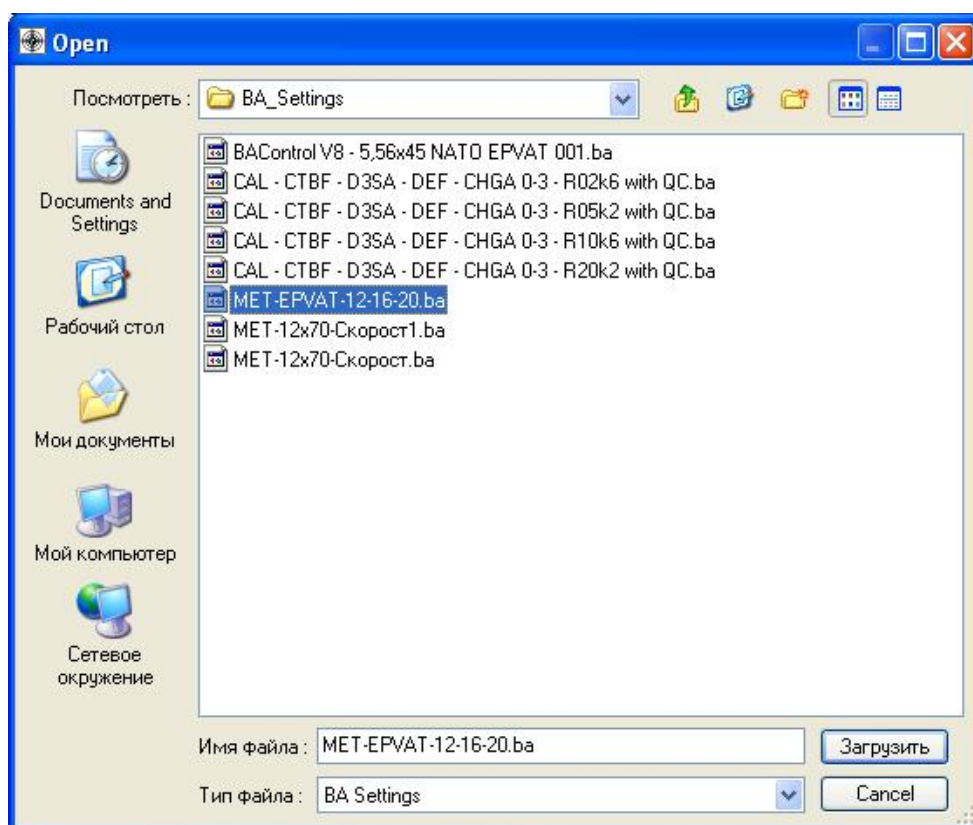

Рис. 7.7 Панель «Открыть»
7.3.3.10 Нажать виртуальную кнопку «Открыть» в панели «Баллистический анализатор», вызывается панель «Открыть», смотри рисунок 7.7.